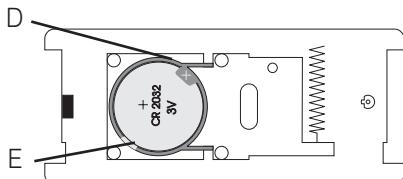

Figure 4: Compartiment à pile du bouton d'appel
- La pile (pile bouton CR 2032) peut maintenant être mise en place dans le logement en plastique sur la platine (fig. 4 D).
- Pour remplacer la pile, sortez la pile précédente de son logement en plastique en la soulevant légèrement sur le côté à l'aide d'un tournevis plat (fig. 4 E). Vous pouvez ensuite installer la nouvelle pile. Veuillez respecter la polarité de la pile.